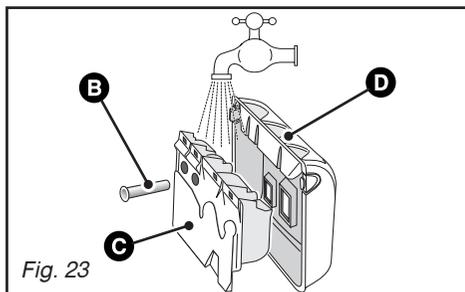

Fig. 23
- retirez le siphon **B** situé à l'arrière de la boîte **C** et séparez cette dernière de son enjoliveur avant **D** (Fig. 23).